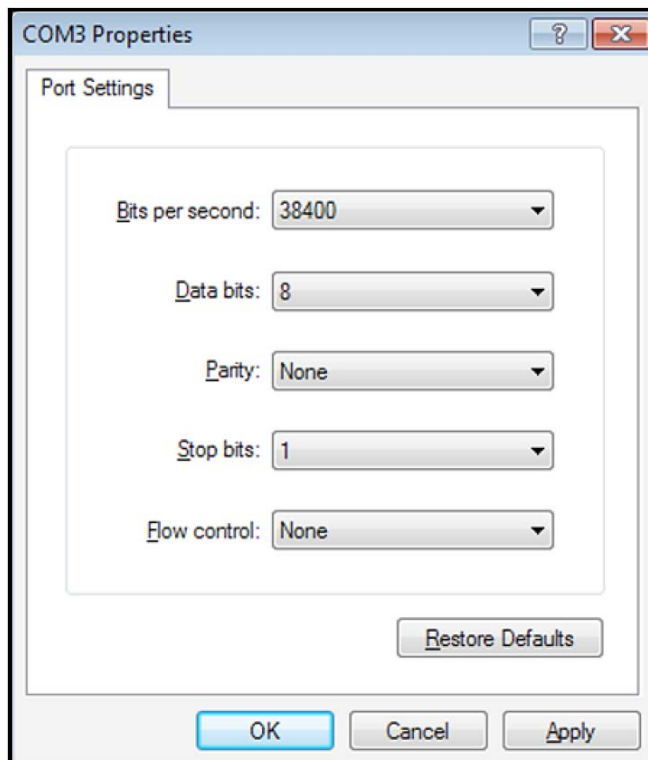

Рис. 7: Окно COM Properties (свойства COM-порта)
2. Запустите программу *HyperTerminal* и установите параметры связи в соответствии с установками для COM-порта и RS232 расходомера PT878 (см. *рис. 7* ниже).